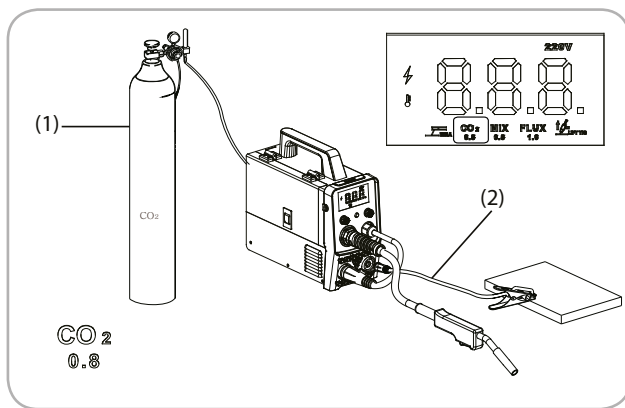

Fig.6
- Se va conecta aparatul la butelia cu gaz și se va regla debitul Fig 6 (1)
- Electrocul se va monta la terminalul negativ Fig 6 (2)